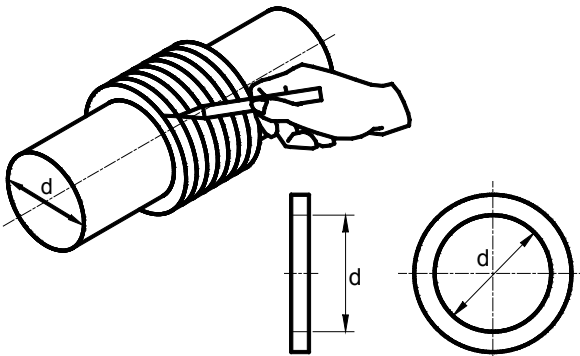

Fig. 4 Corte de anillos prensaestopa
6. Corte los anillos de empaquetaduras de acuerdo al diámetro del eje enrollando la trenza de empaque alrededor del eje de la bomba sin tensionarlo (Ver Fig. 4).
7. Coloque los anillos de empaque dentro de la cavidad prensaestopa en la pieza intermedia. Use para empujar e introducir los empaques la bocina prensaestopa. Las uniones de los extremos de los empaques deben colocarse a 90° uno del otro. Instale sólo la cantidad necesaria de anillos de empaque para que la bocina prensaestopa quede ubicada exactamente sobre la perforación de ingreso de agua (218).